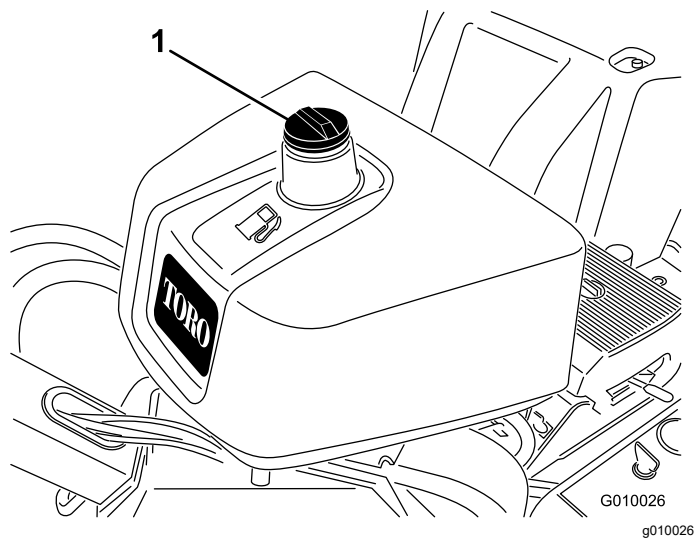

Figura 17
2. Limpie alrededor del tapón del depósito de combustible y retírelo (Figura 17).